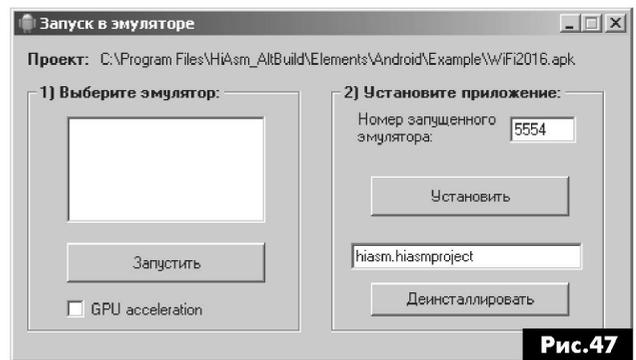

Рис.47
6) Скомпилировать проект иконкой зелёного треугольника, дождаться появления в нижнем окне «Отладка» заключительных надписей: «Build Successful», «Total time xx seconds», «Сборка завершена». На открывающееся сообщение «Запуск в эмуляторе» не обращать внимания и закрыть его крестиком вверх (рис.47).